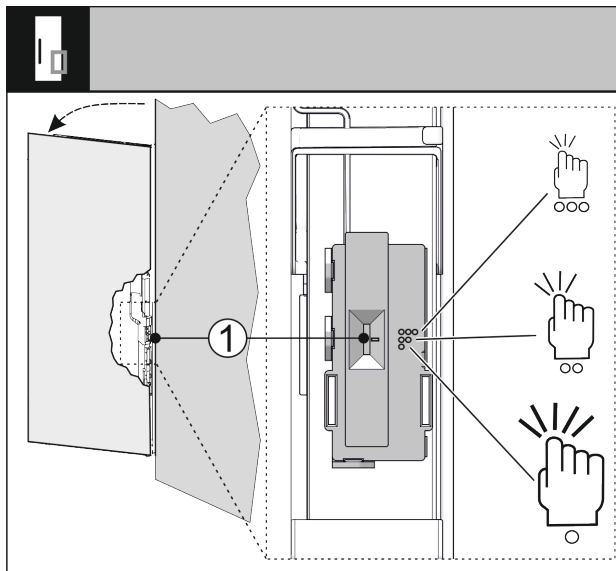

Fig. 32
Osjetljivost senzora kucanja možete namjestiti sklopom Fig. 32 (1). Sklopka se nalazi na strani šarke na donjoj trećini vrata.
- Gurnite sklopku Fig. 32 (1) u željeni položaj sklopke.